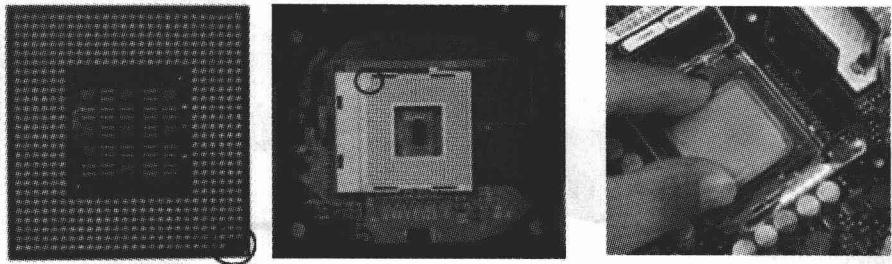

图 1.18 安装 CPU
(2) 安装 CPU 和散热风扇。把主板用装置垫起来，最好用绝缘的泡沫塑料。确认主板上 CPU 的插槽位置及类型，调整 CPU 倍频、外频跳线方式。安装 CPU 时，首先拉起插槽的手柄，把 CPU 上针脚有缺针的部位对准插槽上的缺口。放进插槽后，使每个针脚插到相应的孔里，注意要放到底，但不必用很大的力给 CPU 施压，然后把手柄按下，这样，CPU 就被牢牢地固定在主板上了，如图 1.18 所示。